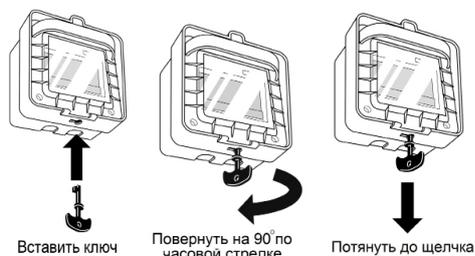

Рисунок 2
- приводной элемент возвращен в исходное состояние с помощью ключа, входящего в комплект поставки (см. рисунок 2);